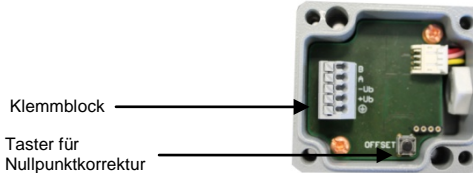

Abb. 3 Anschlusschaltbild
Der DPT 100 kann über eine Taste Nulliert werden. Drücken Sie dazu die Taste (Abb. 3) ca. 3 Sekunden.
- Drücken Sie die Taste (Abb. 3) ca. 3 Sekunden!